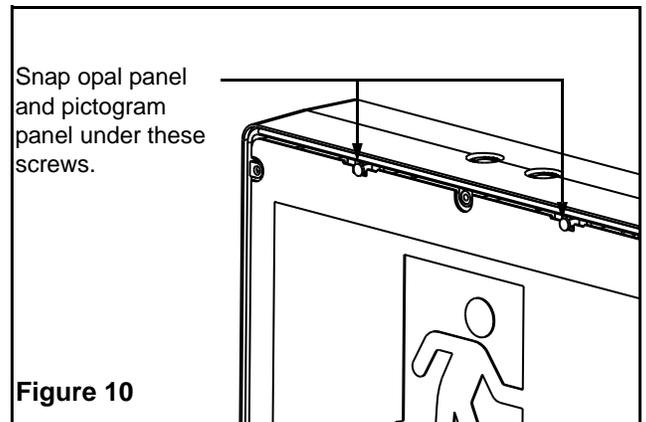

Figure 10
4. Select the desired panel and install. Snap the top edges under the two top retention screws and then snap the bottom edges under the two bottom retention screws (see Figure 10).
4. Sélectionner le panneau pictogramme voulu et l'installer, superposé au diffuseur opale. Le panneau pictogramme sans flèche sera installé orienté vers la droite (voir Figure 7). Fixer le bord du haut des panneaux sous les vis de retenue du haut, puis les bords du bas sous les deux vis de retenue du bas (voir Figure 10).